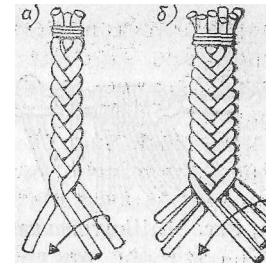

Рис. 80. Сезни.
**Сезень.** Обычный сезень из трех каболок плетут следующим образом. Крайние с каждой стороны каболки поочередно укладывают в промежуток, между двумя, другими (рис. 80, а). Сезень обычно зажимают большим и указательными пальцами левой; руки, а каболки переносят правой рукой. Для плетения сезня из большого числа каболок берут обычно нечетное число каболок: 5, 7 или 9, иногда больше. Каболки разделяют на две группы, причем в одной группе всегда остается на одну каболку больше. Каболки поочередно переносят из одной группы в другую, причем крайнюю каболку берут из группы, где каболок, больше. На рис. 80, б показан обычный сезень из семи каболок.